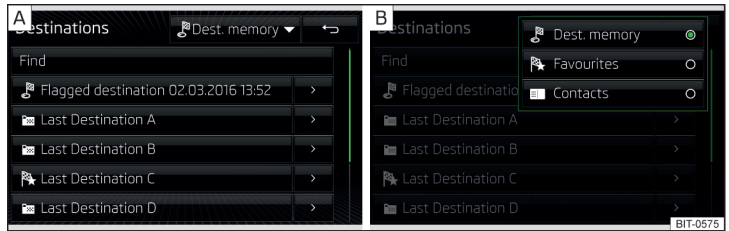

Fig. 230 Lista de los destinos guardados / Seleccionar categorías de los destinos guardados
- Pulsar la superficie funcional  » fig. 230 - [A] y seleccionar unas de las siguientes categorías de los destinos guardados » fig. 230 - [B]